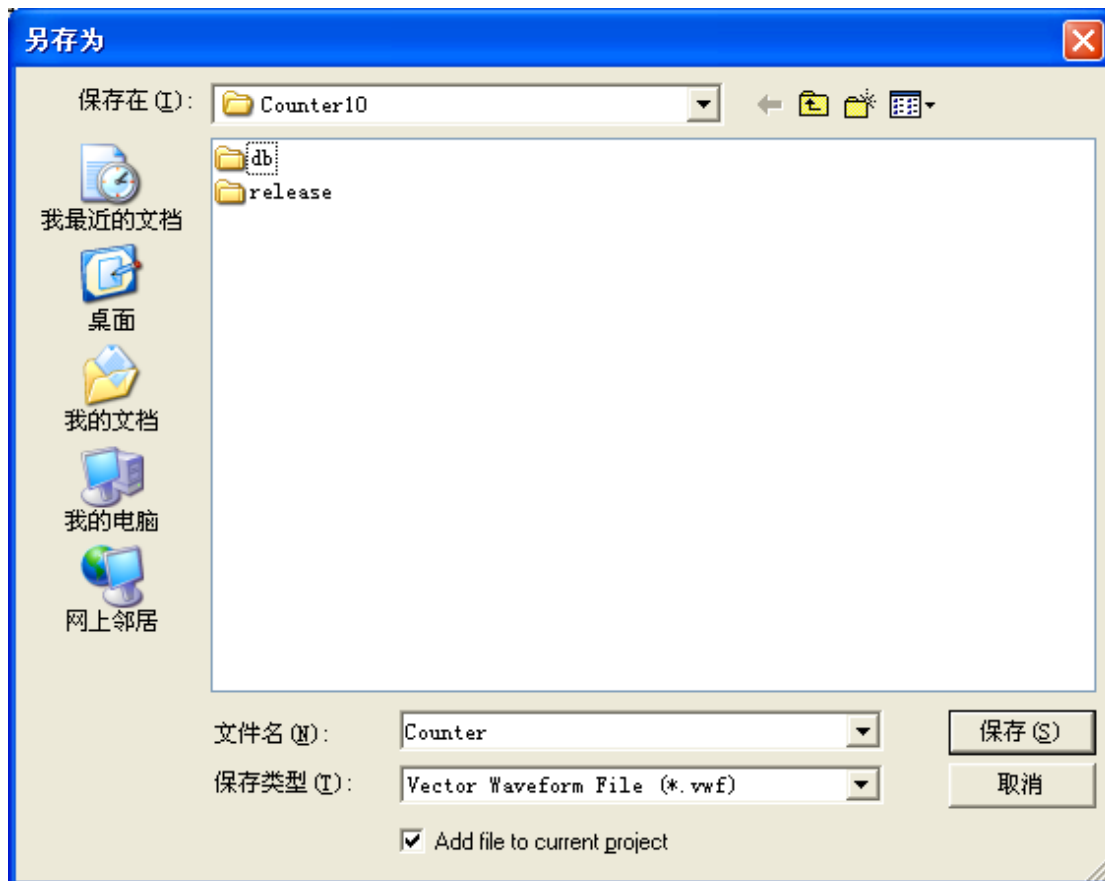

图 3-29 保存波形文件
17. 保存波形文件 counter.vwf，如图 3-29，这里的命名可以随意。